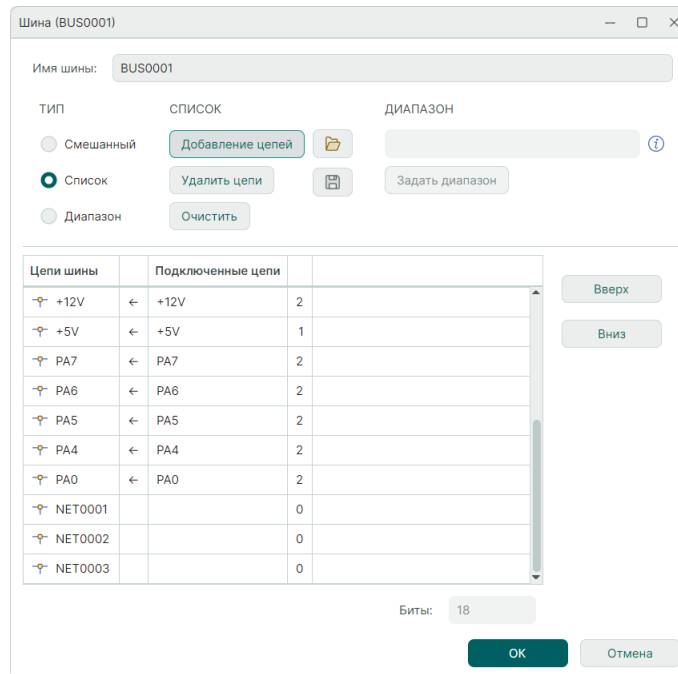

Рис. 169 Цепи, добавленные в шину через редактор списка цепей
5. Нажмите кнопку «ОК», тем самым подтверждая добавление цепей в список цепей, подключенных к шине. Добавленные цепи будут отображаться в списке цепей, подключенных к шине, в окне редактора списка цепей, см. Рис. 169.